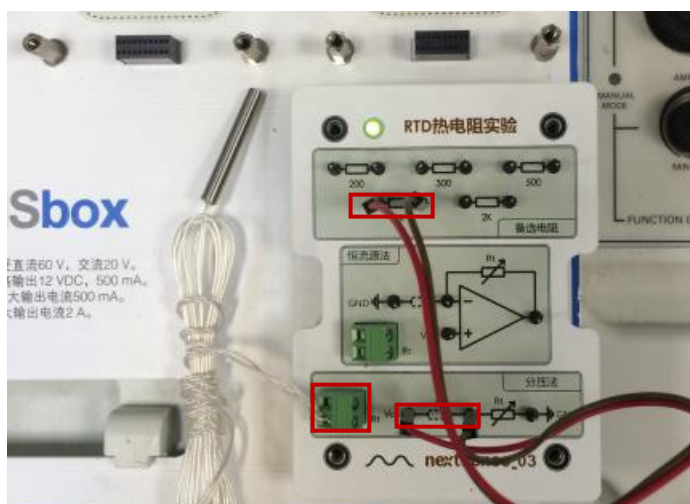

图 6-3 分压法连线图
Step1: 用杜邦线将 1K 备选电阻连接到分压法电路中 R_i 位置。将 RTD 热电阻连接到实验模块上的绿色螺丝拧线端子。如图 6-3 所示。